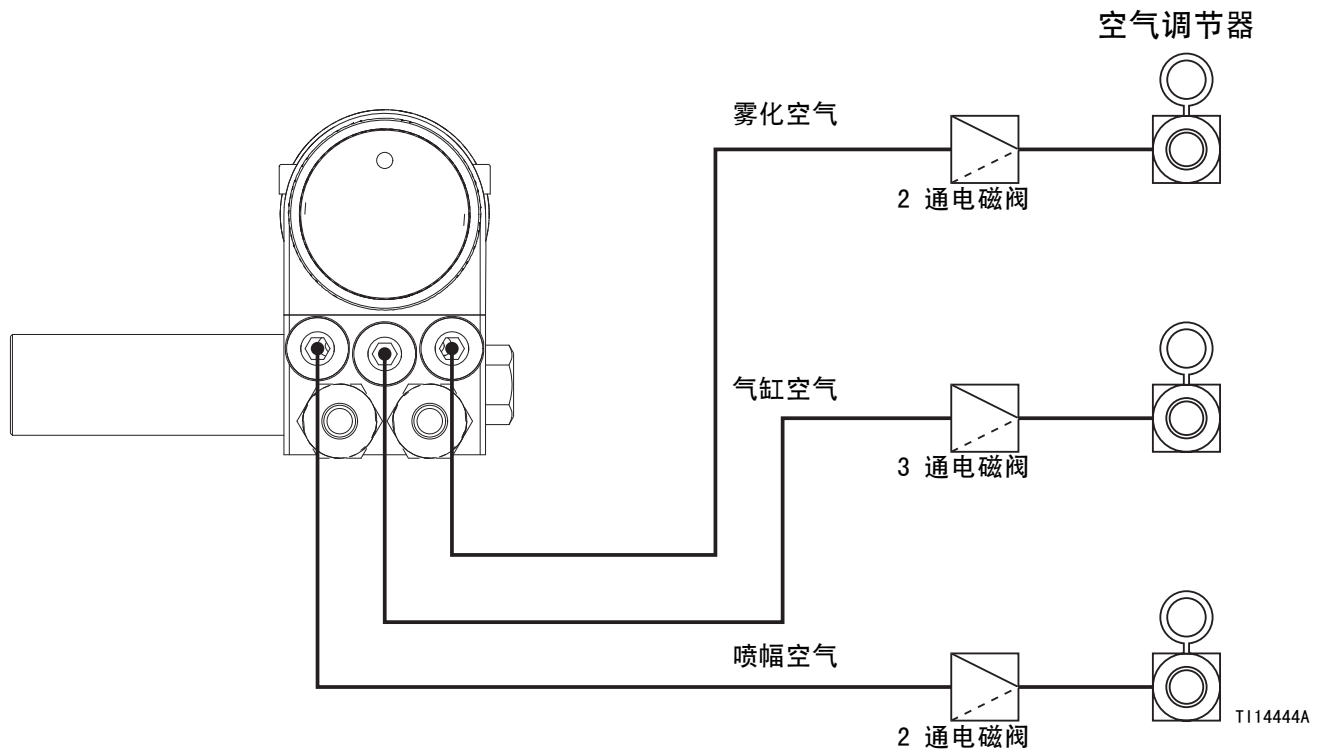
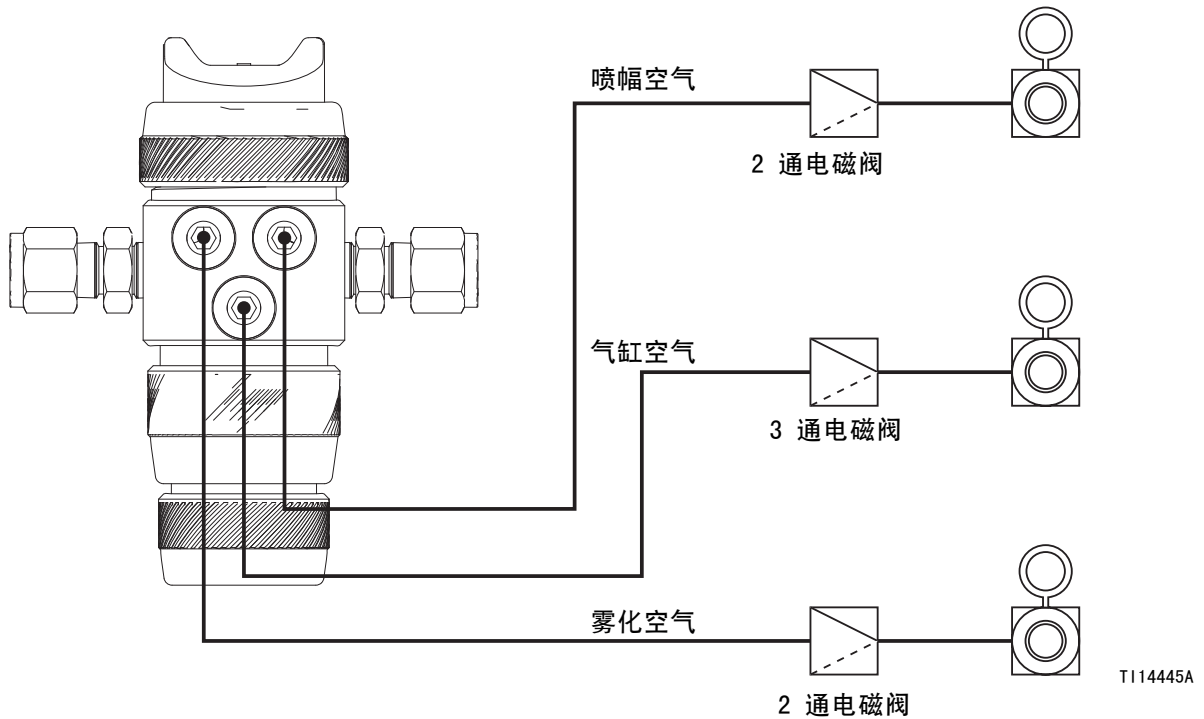

图 6：用电磁阀进行远程空气调节（配有歧管的喷枪）
图 7：用电磁阀进行远程空气调节（不配歧管的喷枪）
- 必须在气缸、喷幅和雾化气路上分别安装一个空气压力调节器（F），以便控制喷枪的供气压力。见图 6 和图 7。
1. 必须分开供应和调节喷枪的气缸、喷幅和雾化空气。要对空气进行远程调节，应使用电磁阀（请参见图 6 和图 7）。